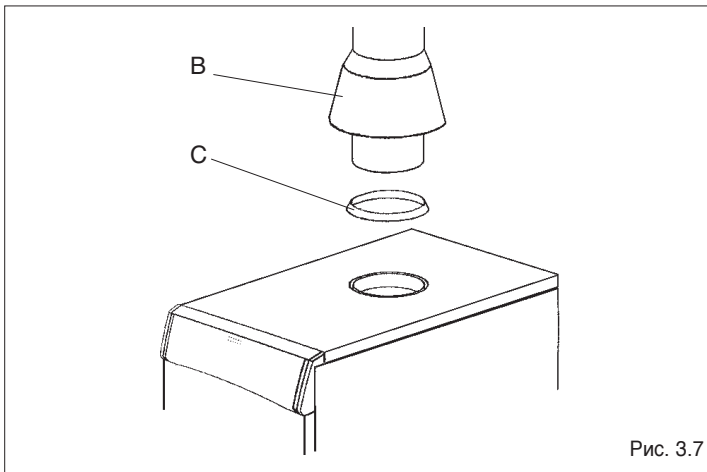

Рис. 3.7
- установите кольцо C на верхнюю поверхность облицовки, на дымоотводящий патрубок котла (Рис. 3.7);